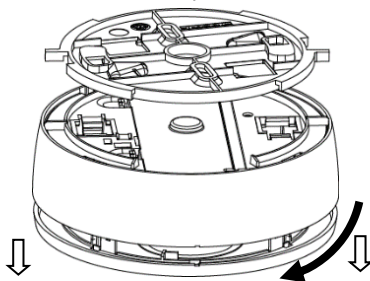

Figure 13
1. Retirez le détecteur du support de montage en le faisant pivoter dans le sens inverse des aiguilles d'une montre (*reportez-vous à la Figure 13*).